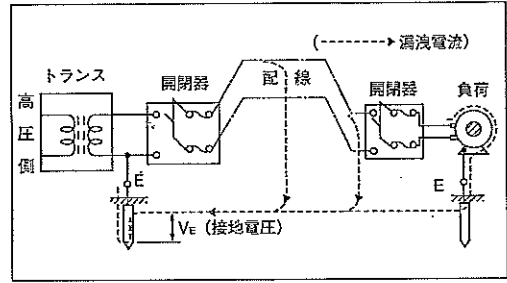

図4.5
- (1) 電気配線や負荷設備の絶縁が悪いと、測定しようとする接地抵抗に漏洩電流が流れて接地電圧を生じることがあります。その様子は図4.5に示してありますが、この接地電圧が高すぎると測定誤差の原因になります。
電圧が5Vを越えた時には、図4.5に示す開閉器を開けるとか接地線を電路から切り離すなどして接地電圧を充分低くしてから測定の方がより正しい測定ができるといえます。また接地電圧が高いということは電路あるいは負荷機器の絶縁が劣化していることを示しているのですから、絶縁抵抗試験を行なって保守しておく必要があります。